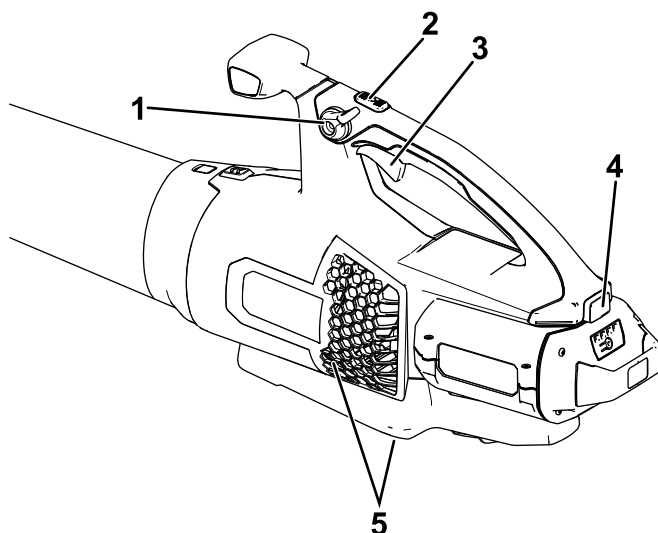

Figure 6
4. Pour mettre le souffleur en marche, serrez la gâchette de vitesse variable (**Figure 6**).
Remarque: Enclenchez le blocage de vitesse pour laisser la machine tourner sans avoir à appuyer sur la gâchette de vitesse variable (**Figure 6**).
Pour obtenir des performances optimales (débit d'air), appuyez à fond sur la gâchette de vitesse variable et maintenez le bouton Turbo Boost enfoncé pendant la durée souhaitée (**Figure 6**).
Pour régler le débit du souffleur en marche, serrez la gâchette de vitesse variable (**Figure 6**).
Pour maintenir le débit d'air actuel, engagez le blocage de vitesse (**Figure 6**).
Pour arrêter le souffleur, déverrouillez le blocage de vitesse (le cas échéant) et relâchez la gâchette de vitesse variable (Figure 6).